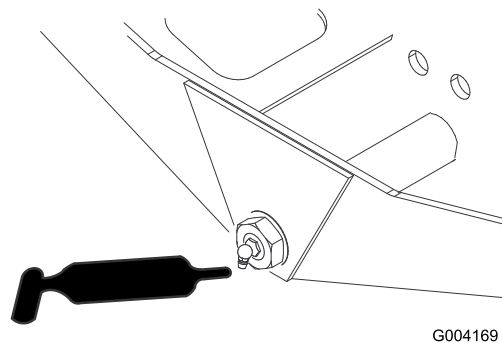

Bild 34
- Achsenlenkzapfen (1) (Bild 34)